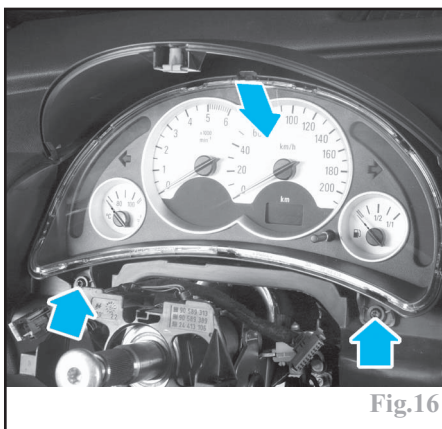

Fig.16
Déposer le combiné d'instrument (8) (Fig.16) et débrancher son connecteur.